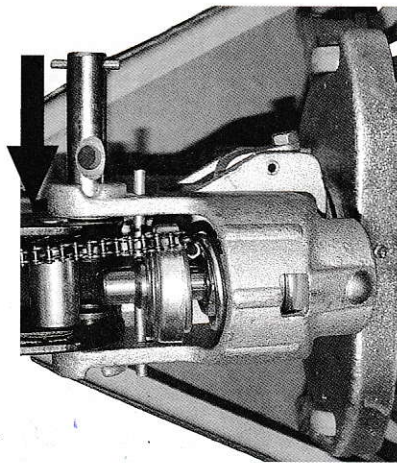

Рисунок 2
**2.1.** Наденьте буксирную вагу на поршень насоса (303), затем с помощью молотка вставьте ось с отверстием (105) в гидравлический насос и буксирную вагу справа налево (см. рис. 2).